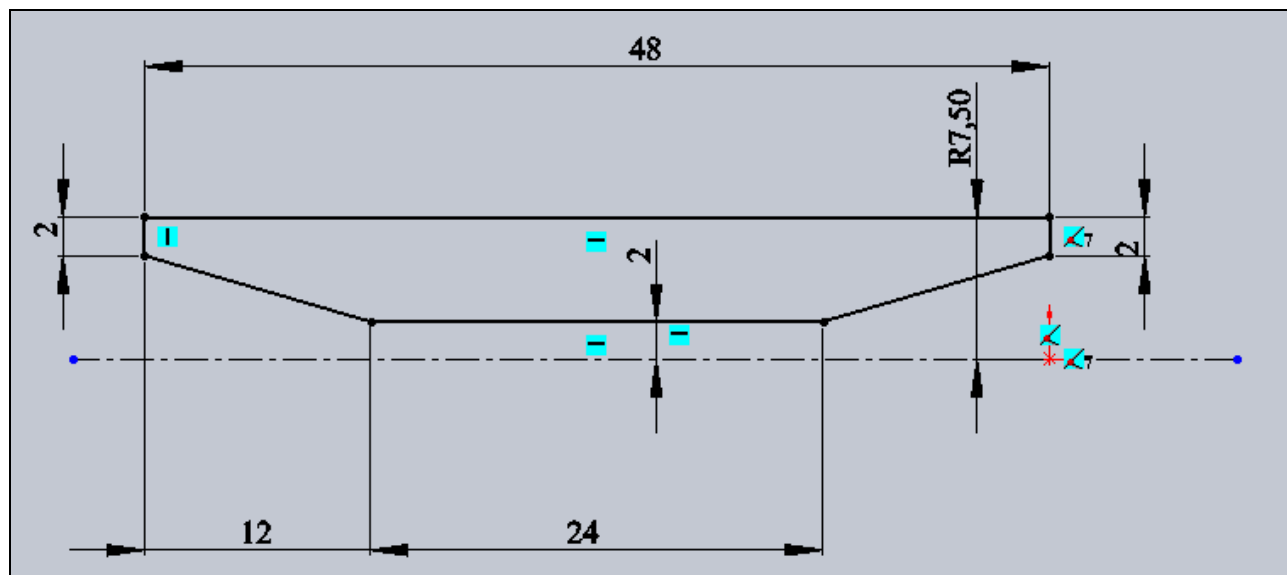

Рис. 2.23. Эскиз поршневого пальца
2. Постройте на выбранной плоскости эскиз по своим размерам или по размерам, показанным на рис. 2.23. Старайтесь, чтобы эскиз был полностью определен, то есть все линии эскиза имели черный цвет.